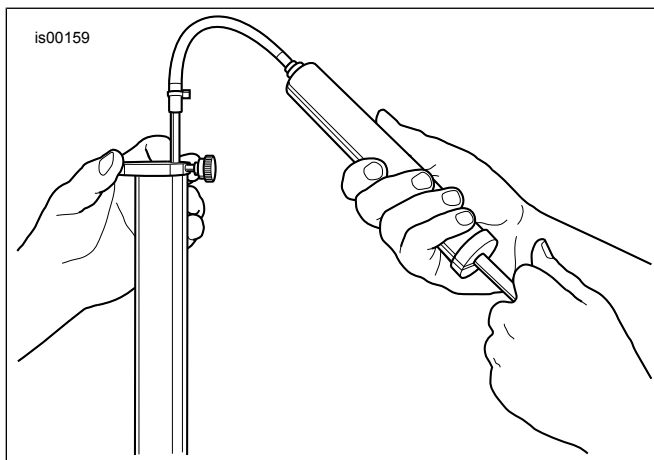

Figura 6. Remova o excesso de óleo do garfo
- d. Veja a Figura 6. Insira a vareta no topo do tubo do garfo até o anel de metal se apoiar niveladamente no topo do tubo do garfo, e o tubo externo do garfo estiver empurrado totalmente para baixo.
13. Rosqueie a contraporca (17) pelo cartucho até encostar no final.
14. Instale a mola (8) no tubo do garfo.
15. Instale um novo anel de vedação "o-ring" do kit de recondição sobre o tampão do garfo (6).
16. Empurre a mola (8) para baixo e instale a placa terminal da mola (11) entre a mola e a contraporca (17) com o lado côncavo para cima.
17. Instale o tampão do garfo (6) no conjunto do cartucho. Rosqueie o tampão totalmente até chegar ao final, depois rosqueie a contraporca (17) até o tampão e aperte.